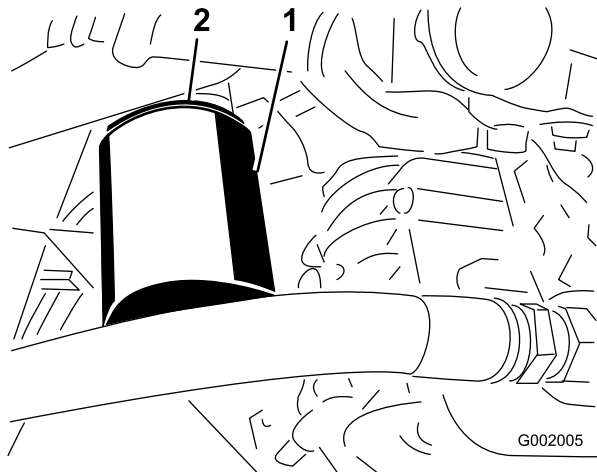

Figura 68
- Togliete il filtro (Figura 68).